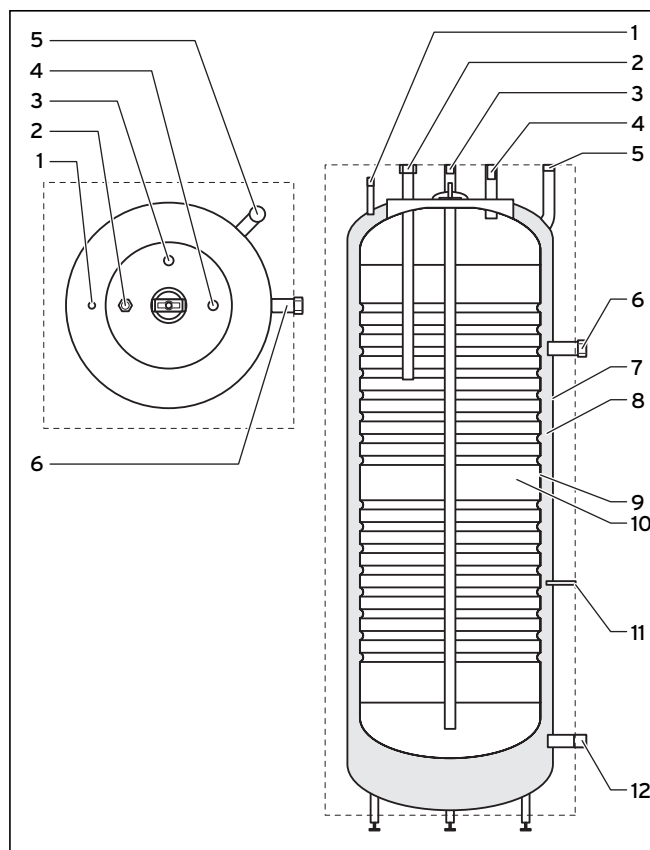

Fig. 2.1 Raccords tuyauterie, vue gauche
Le VDH 300/2 est à ballon à double manteau, c'est-à-dire qu'un réservoir intérieur de ballon (cf. fig. 2.1, réf. **9**) est soudé dans un réservoir extérieur (7). Environ 85 l d'eau peuvent circuler dans l'interstice annulaire qui les sépare. Le réservoir intérieur en acier inoxydable dispose d'une capacité de 268 litres. Cette construction du ballon d'eau chaude sanitaire permet la transmission de quantités de chaleur très importantes sur le volume secondaire (**10**) du ballon. Vous pouvez de surcroît exploiter ce ballon avec de l'eau fortement calcaire sans aucun problème.